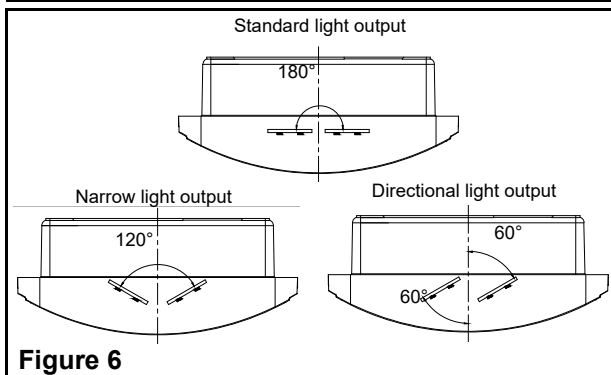

Figure 6
8. Adjust LED strips as required (see figure 6).
8. Ajuster les bandes de LED selon les besoins « voir figure 6 ».